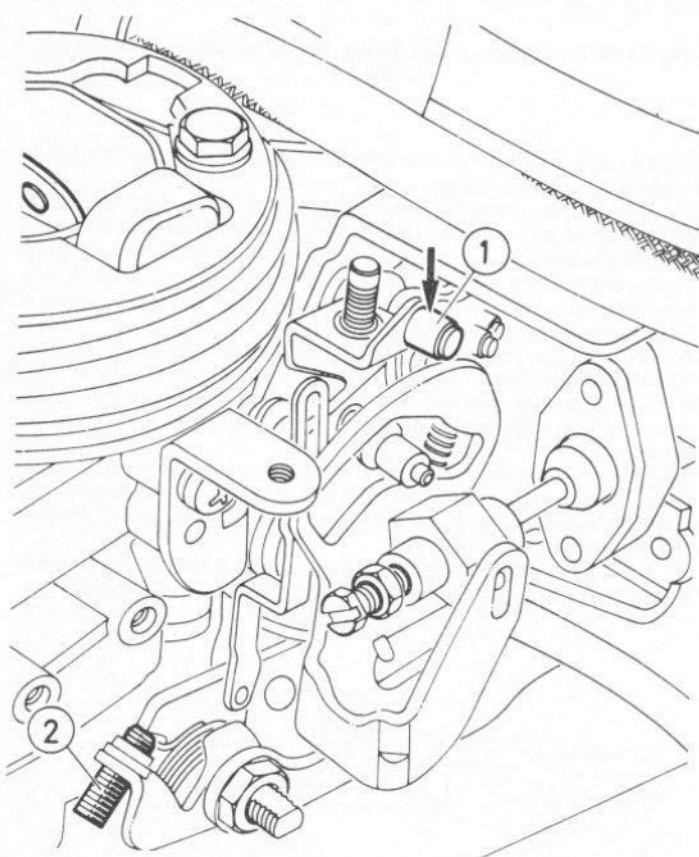

Fig. 13.40 Réglage d'ouverture positive de papillon - carburateur Weber 36 TLC (Sec 8)
28 Pour régler l'ouverture positive du papillon après avoir réglé l'OVAD comme indiqué ci-avant, appuyer sur le galet pour ouvrir le volet et vérifier que le moteur tourne à 2000 tr/min après l'arrêt du motoventilateur. Si nécessaire, régler la vis (2) Fig. 13.40, pour obtenir le régime spécifié.